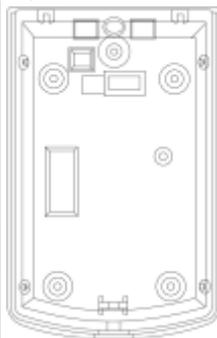

Рис.2
3. Прodelайте нужные отверстия для крепежа на плоскость или в угол (рис.2)